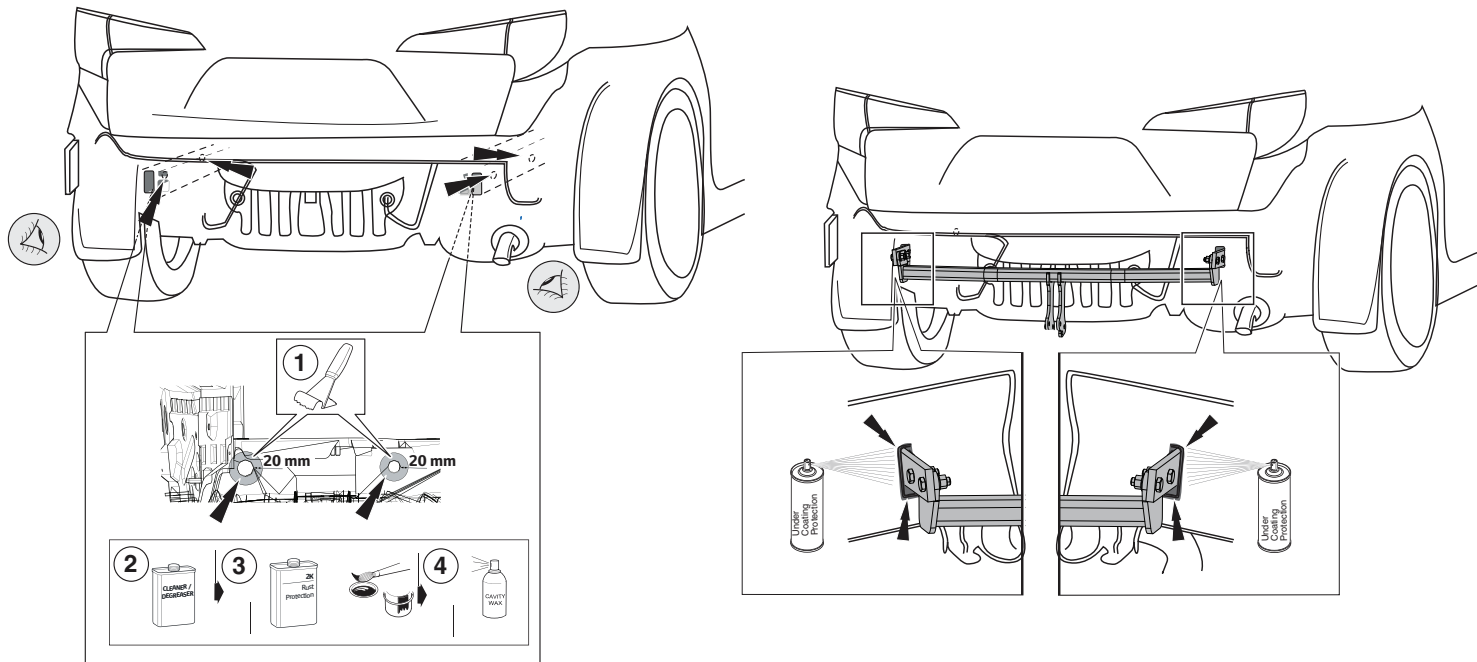

Fig. 4
12. нанести антикоррозионное покрытие в соответствии с нормами на рис. 4